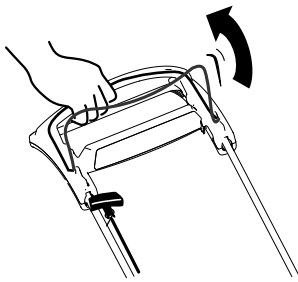

Bild 17
2. Ziehen Sie den Schaltbügel gegen den Holm (Bild 17).